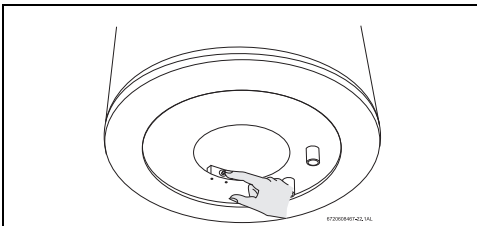

Рис. 11 Кнопка разблокировки
- ▶ Полностью нажмите кнопку разблокировки (рис. 11).